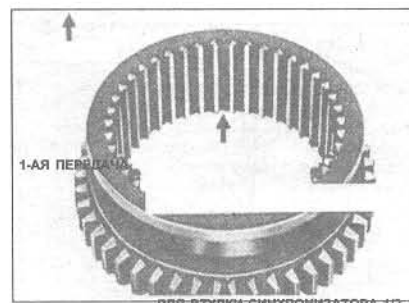

Рис. 6.32 Расположение вставки пружины на втулке синхронизатора 1/2 передач (Глава 14)
- 5 Пosaдите втулку на ступицу (Рис. 6.32). Затем блокирующее кольцо 2-ой передачи.